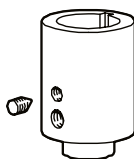

fig. 15
- Para separar el motor de la parte hidráulica retirar el tornillo de bloqueo que se encuentra sobre el manguito de acoplamiento (**fig. 15**).
- Enroscar el tornillo de bloqueo (**fig. 15**) y recordarse, antes de arrancar la electrobomba, de retirar la plantilla de su posición, restableciendo así la situación inicial.